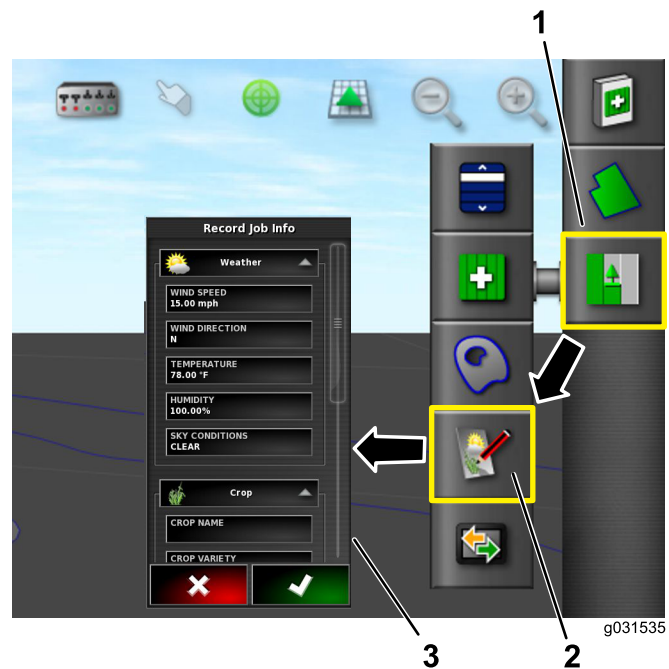

图19
1. 选择作业图标 (图19)。
2. 选择记录作业信息图标 (图19)。